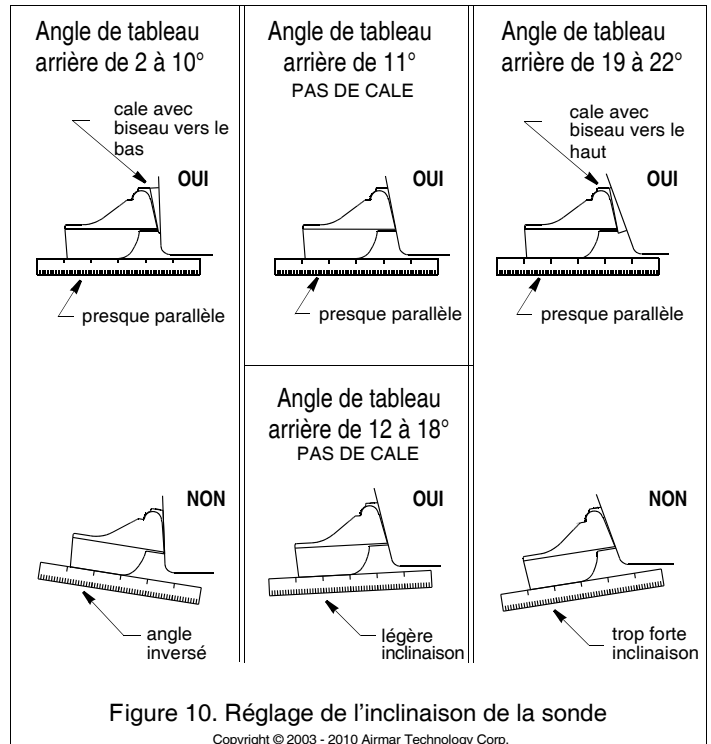

Figure 10. Réglage de l'inclinaison de la sonde
1. À l'aide d'une règle droite, mesurez l'alignement de la face inférieure de la sonde par rapport au dessous de la coque (Figure 10). Le bord de fuite de la sonde doit être entre 1 et 3 mm (1/16 à 1/8") en dessous du bord d'attaque ou parallèle au dessous de la coque.
- a. Augmentez l'angle d'immersion de la sonde. Revoyez la section "Compensation de l'angle d'inclinaison du tableau arrière — Cale biseautée" et reportez-vous en Figure 10.